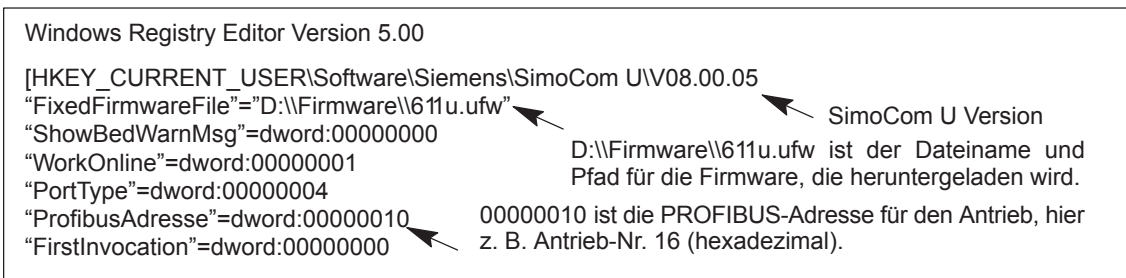

Bild 4-2 Textbeispiel für die ".reg"-Datei bei Verbindung über PROFIBUS-DP
1. Editieren Sie die .reg Datei und führen Sie die Einstellungen durch (siehe Bild 4-2).
- Bei einem Download über die serielle Schnittstelle muß eine entsprechend Verbindung hergestellt sein und die Zeile "PortType"=dword:00000004 ändert sich in "PortType"=dword:00000001,, --> siehe Textbeispiel im Bild 4-2. Die Information in der Zeile "ProfibusAdresse" wird ignoriert.